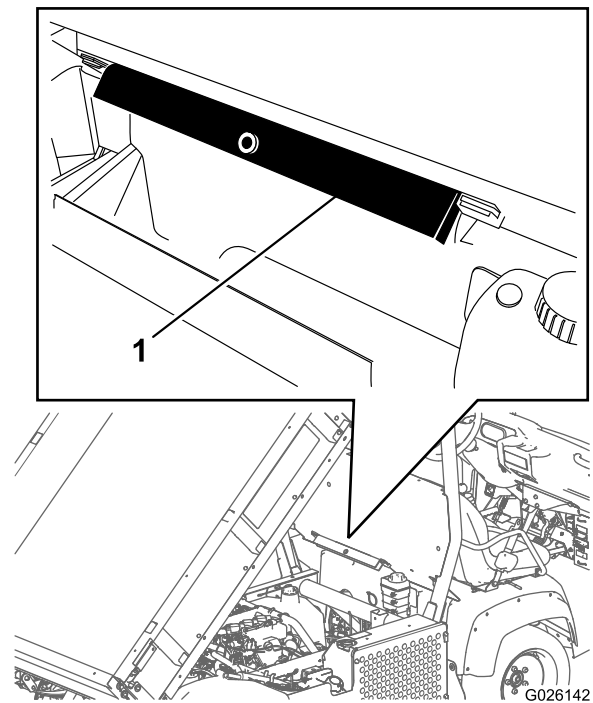

Figura 31
2. Retire el soporte de la plataforma de los soportes de almacenamiento situados en la parte trasera del panel del ROPS (Figura 31).